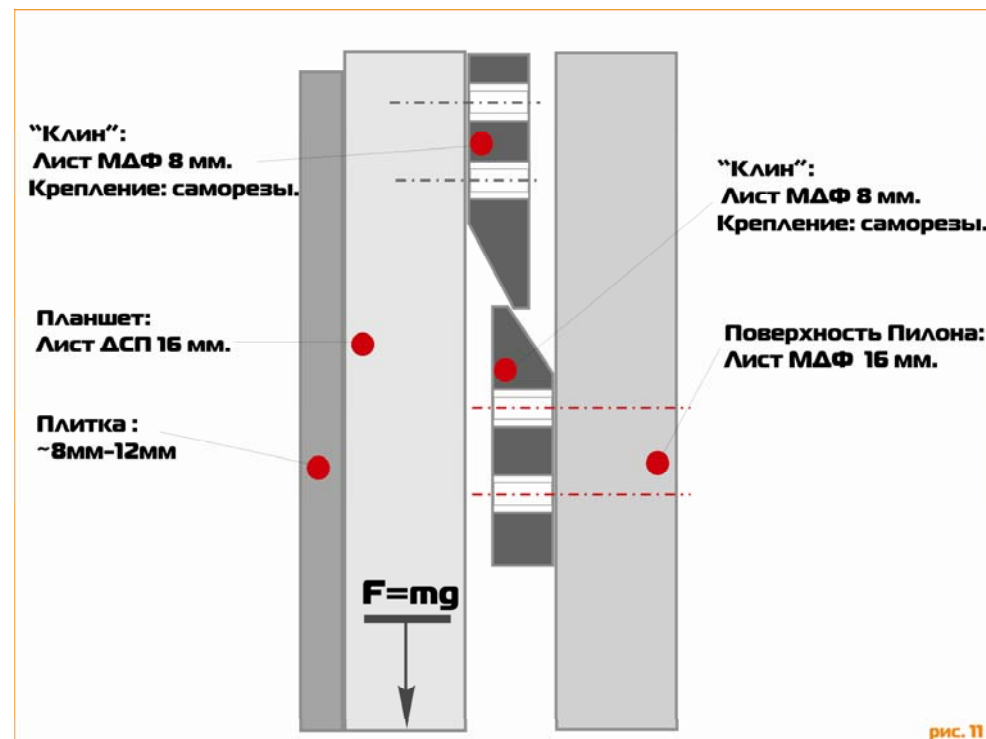

рис. 11
- Вариант крепления «клин», - см. рисунок 11.